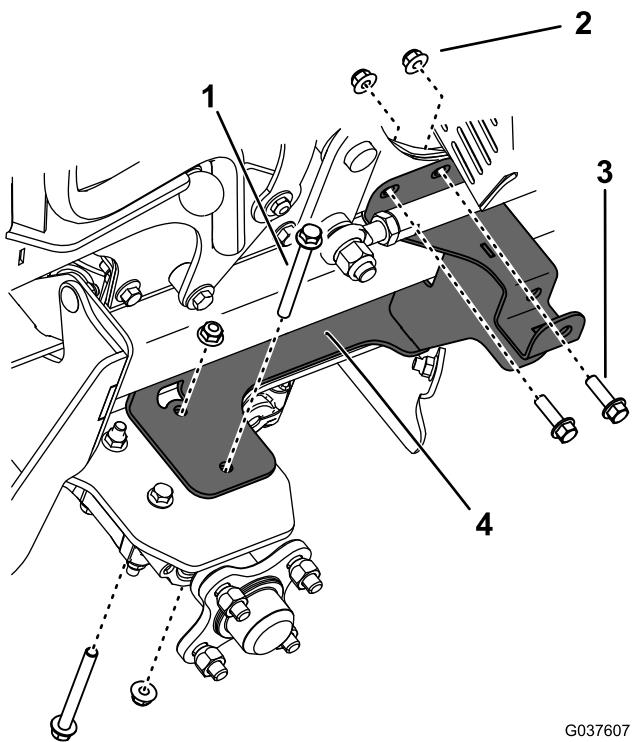

図 11
- 9. 右側取り付けブラケットから前ボルト2本とナット2個を外し、右側タワー・パネルから前ボルト2本とナット2個を外す図 11。
10. ステップ9で外したナットとボルトを使用して、右側取り付けブラケットとファンフラウドをフレームに固定する図 11。ボルトは 37-45 N·m $3.7\text{-}4.6 \text{ kg.m} = 27\text{-}33 \text{ ft-lb}$  にトルク締めします。